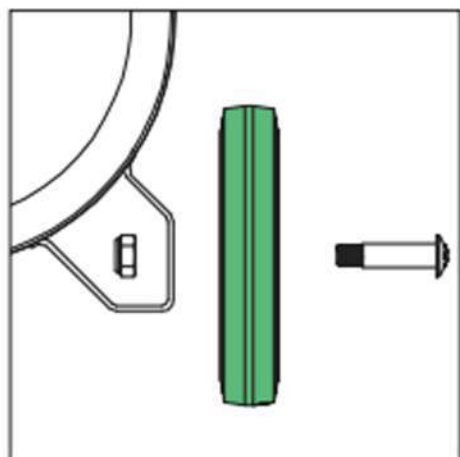
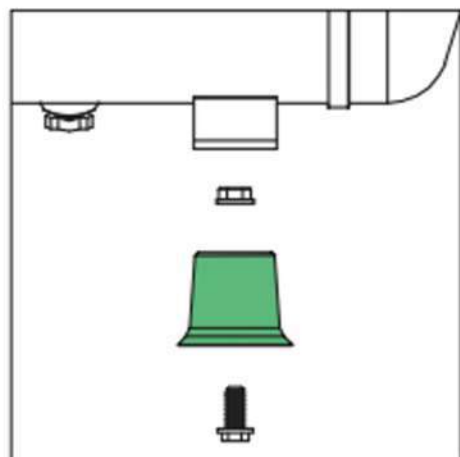

Рис. 8
Рис. 9
- Для моделей компресорів 2-900F18-220 / 2-1450F24-220 / 2-900X2F40-220 / 2-1450X2F50-220 встановіть на нижню частину ресивера колеса (Рис. 8) і гумові опори (амортизатори) (Рис. 9).